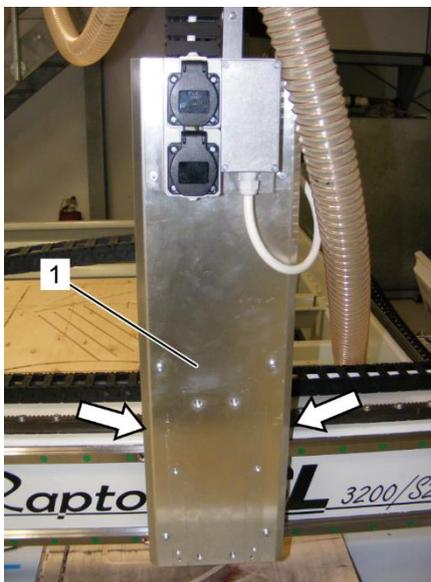

Abb. 42: Lage der Schmiernippel Z-Achse (Pfeile)
Die Schmiernippel der Z-Achse befinden sich hinter der Abdeckung (Abb. 42/1) der Z-Achse.
2. Z-Achse so positionieren, dass sich die Schmiernippel direkt über den Bohrungen der Abdeckung (Abb. 42/Pfeile) befinden.
10. Z-Achse so positionieren, dass sich die zwei nächste Schmiernippel direkt über den Bohrungen der Abdeckung (Abb. 42/Pfeile) befinden.